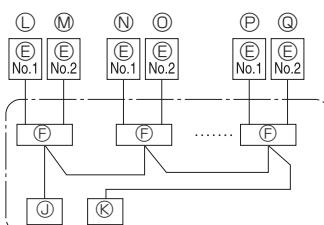

Fig. 6-2
### 6.1. Unità esterna (Fig. 6-1, Fig. 6-2)
(1) Rimuovere il pannello di servizio.
(2) Posizionare i cavi secondo la Fig. 6-1 e la Fig. 6-2.